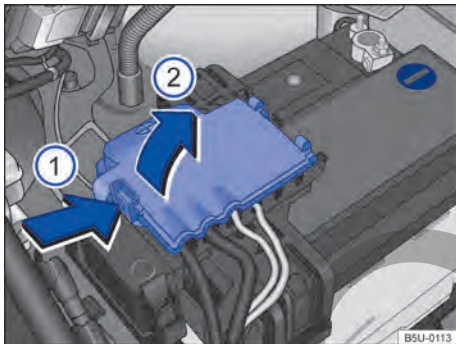

Fig. 188 Compartimento del motor: acceso al terminal positivo de la batería.
- Abrir la cobertura del polo positivo. Para abrir, presionar la traba en el sentido de la flecha → fig. 188 (1), plegar la cobertura hacia el costado en el sentido de la flecha (2).